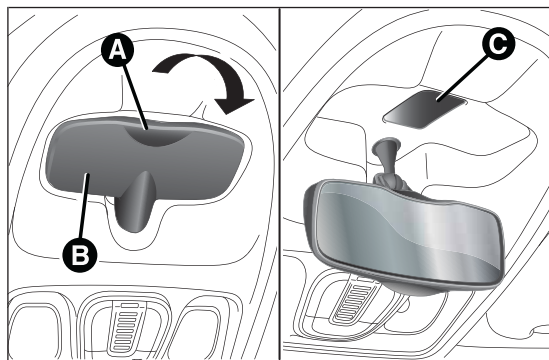

fig. 181
- ☐ svitare la vite e rimuovere il tappo C fig. 181 di ricoprimento del fissaggio;